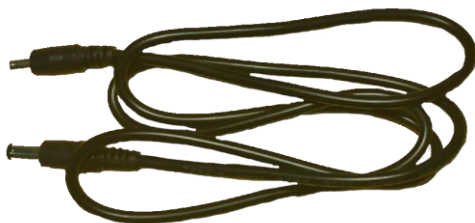
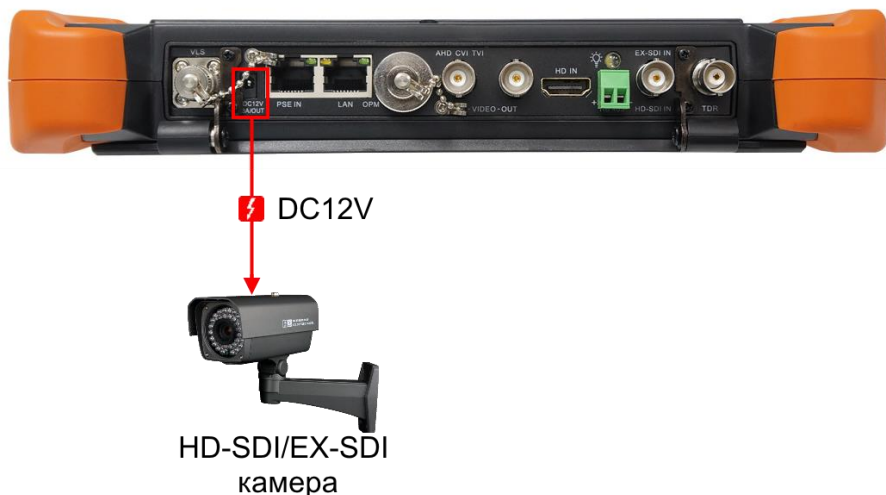

Рис. 12 Кабель DC-DC (тонкий) из комплекта поставки
Рис. 13 Подключение питания к видеокамере HD-SDI или EX-SDI
2) Подключите с помощью комплектного кабеля DC-DC (тонкий), рис. 12, питание DC 12V к видеокамере (разъем DC12V 3A OUT), рис. 13